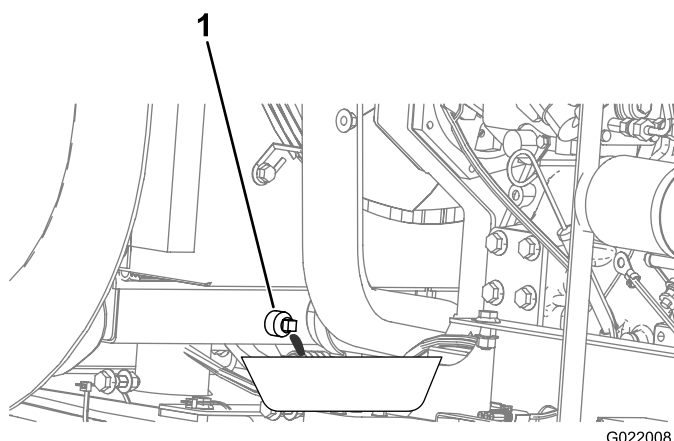

Bild 102
5. Stellen Sie eine Auffangwanne unter die Ablassschraube (Bild 102).
8. Schließen Sie die Ablassschraube (Bild 102).
- C. Schließen Sie die Ablassschraube (Bild 102).
- H. Schließen Sie die Ablassschraube (Bild 102).